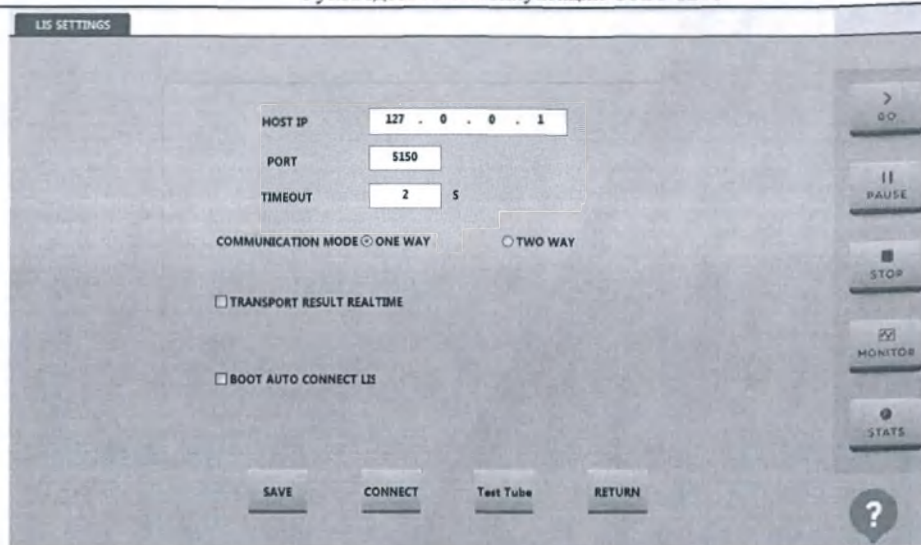

Рисунок 130 – Настройка системы LIS
1) Нажмите [SERVICE] (Сервис), затем [LIS SETTING] (Настройка LIS), чтобы открыть интерфейс настройки соединения системы LIS, как показано на рис. 130.